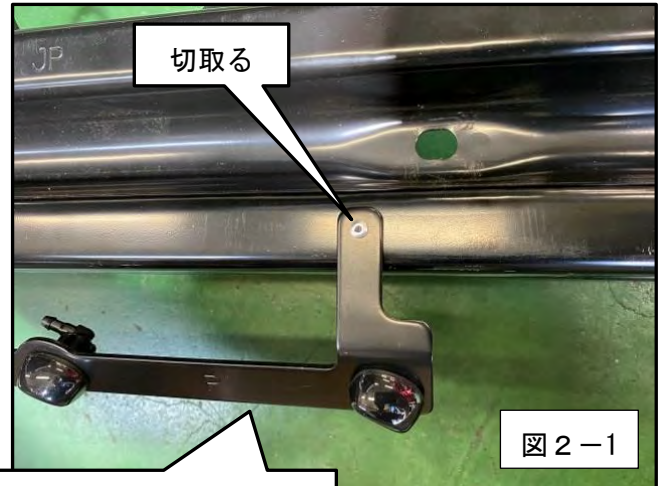

図2-1
- (1) 「インタークーラーウォータースプレー付車両」は④バンパーレインフォースメントからインタークーラーウォータースプレーを取り外してください。(図2-1)